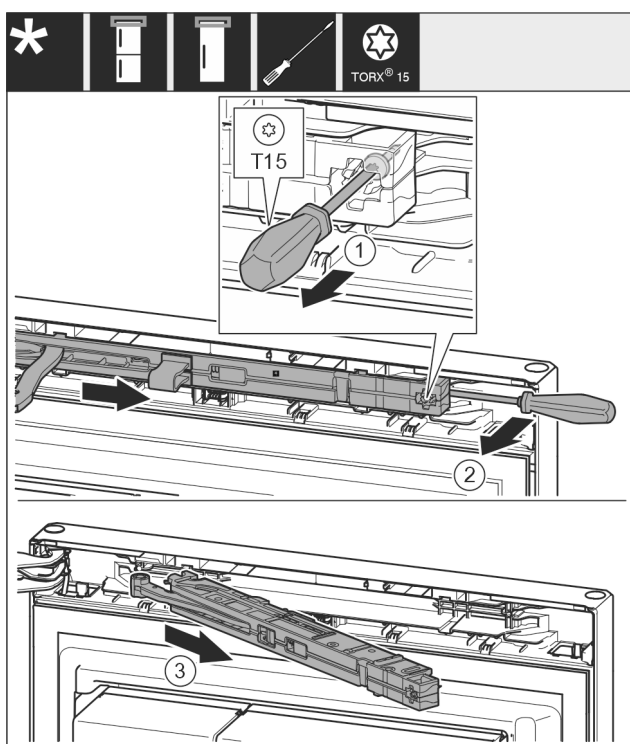

Fig. 11
- Šroub na jednotce tlumiče zavírání povolte šroubovákem T15 o cca 14 mm. Fig. 11 (1)
- Šroubovákem na straně madla zajeďte za jednotku tlumiče zavírání a otočte jednotku dopředu. Fig. 11 (2)
- Vytáhněte jednotku tlumiče zavírání. Fig. 11 (3)